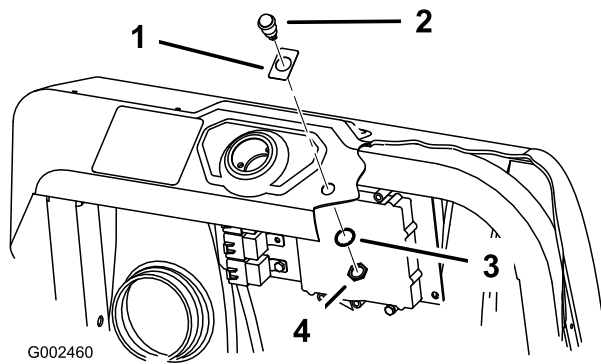
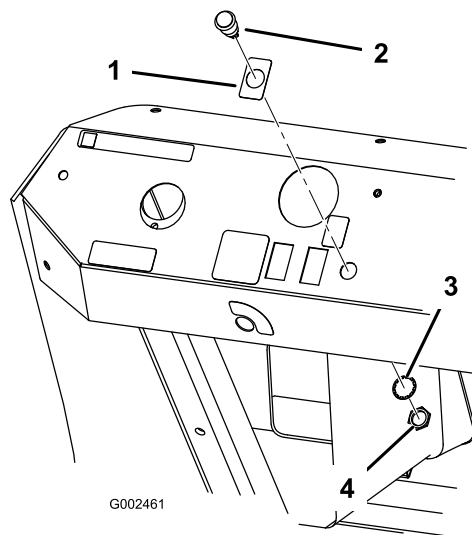

Figure 12
Figure 13
1. Apposez l'autocollant 94-8582 sur le trou du voyant sur le tableau de bord (Figure 12 pour les Multi Pro 1200 et 1250 et Figure 13 pour les Multi Pro 5600 et 5700).
3. Montez le voyant sur le tableau de bord et fixez-le avec la rondelle et l'écrou (Figure 12 ou Figure 13).